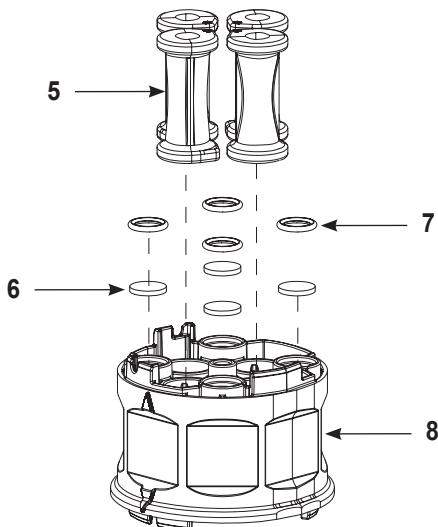

Abbildung 22 Zusammenbauen des Schlauchquetschventilgehäuses
2. Siehe Abbildung 22. Schlauchquetschventile (5), Filterscheiben (6) und O-Ringe (7) in das Schlauchquetschventilgehäuse (8) einbauen. Informationen zur Montage siehe Abschnitt *Schlauchquetschventil ersetzen* auf Seite 24.